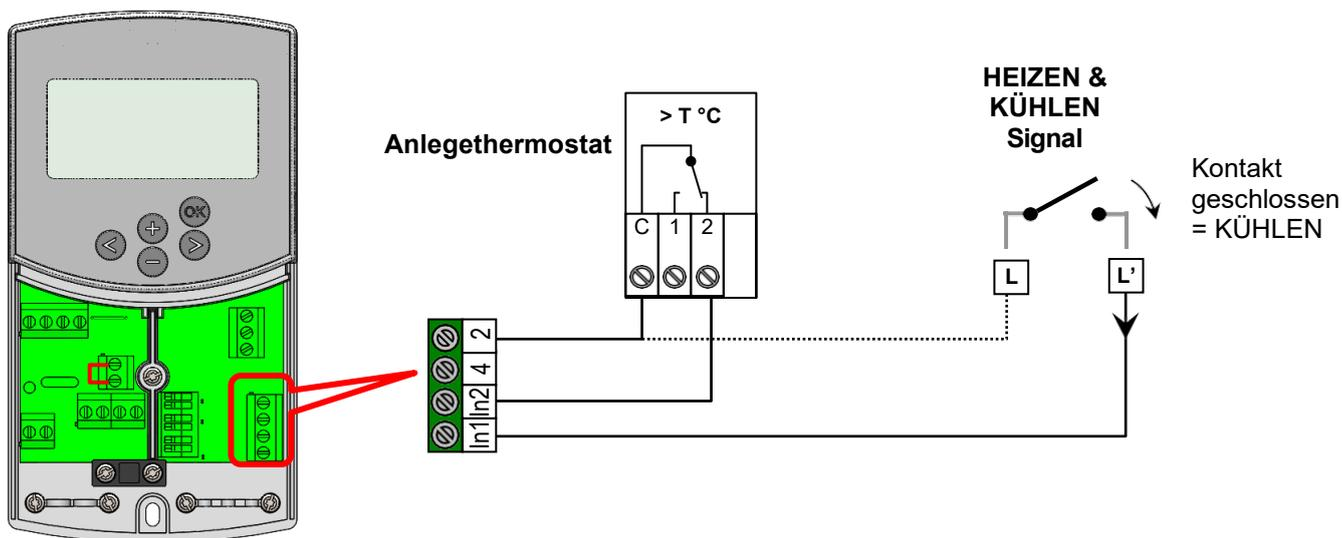

Abb. 10
Der Eingang In1 kann mit einem externen Umschaltsignal Heizen/Kühlen belegt werden. Dieses Signal kann beispielsweise von einer reversiblen Wärmepumpe bereitgestellt werden. (➔ **Abb. 10**)
**(2)** Dieser Eingang kann aber auch für eine Warmwasser Vorrangschaltung verwendet werden. In diesem Fall wird die Heizkreis Pumpe abgeschaltet, um den Speicherinhalt für die Warmwasserbereitung verfügbar zu halten. (➔ **Abb. 10**).
Der Eingang In2 kann mit einem externen Umschaltsignal Heizen/Kühlen belegt werden. Dieses Signal kann beispielsweise von einer reversiblen Wärmepumpe bereitgestellt werden. (➔ **Abb. 10**)
Der Eingang In2 kann mit einem Tauchthermostat belegt werden, welcher direkt in einen Speicher gesteckt werden sollte. Im Heizmodus schaltet der Thermostat die Pumpe1 ab, sofern der Speicher kein warmes Wasser enthält. Dadurch wird die Umwälzung von kaltem Wasser in die Heizkreise vermieden. (➔ Abb. 10)